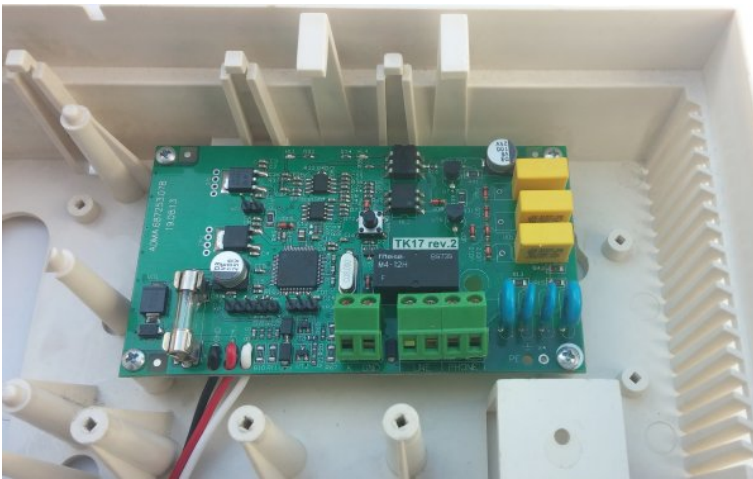

Рисунок 34. Установка коммуникатора «ТК-17»
2. Установить коммуникатор в корпус (рисунок 34) и подключить его (рисунок 43);